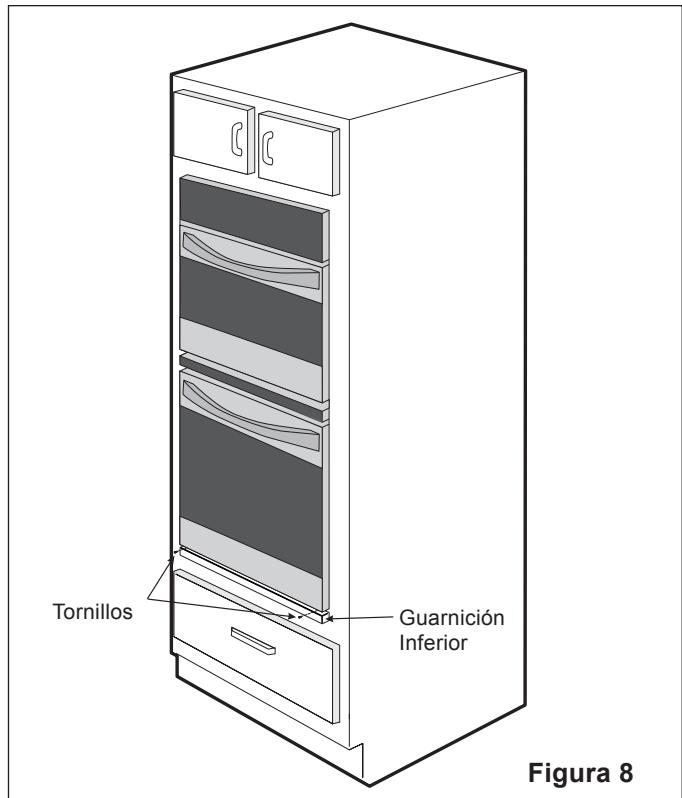

Figura 8
- 7 Colocar la parte superior de la guarnición inferior sobre las lengüetas laterales del horno, debajo de la puerta del horno, y fijarlas usando los 2 tornillos provistos con los orificios de montaje ubicados a cada lado del marco del horno (ver la Figura 8).